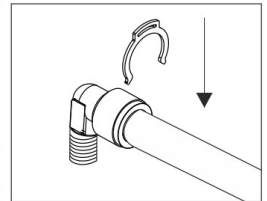

Abb. 4
- 2) Sichern Sie die Verbindung mit einem Clip (Abb. 4).